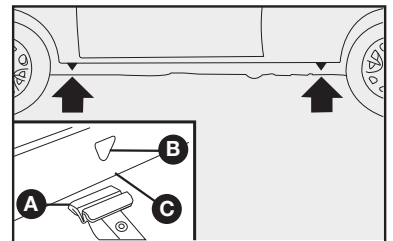

fig. 17
3) Coloque el crique en el símbolo ▼ **B-fig. 17** cerca de la rueda que va a cambiar y asegúrese de que la ranura A del crique esté bien introducida en el larguero C-**fig. 17**.